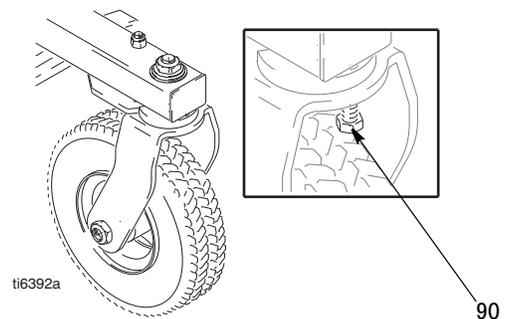

图 1
1. 图 1。松开有头螺钉（90）。
7. 将螺钉（34）装到驱动室上。用如图 1 中的注释 3 所给出的扭力值均匀拧紧。
- ① 机油
- ② 用 110293 轴承润滑脂封装
- ③ 用 130 — 150 磅英寸(14 — 16.9 N·m)的扭力拧紧